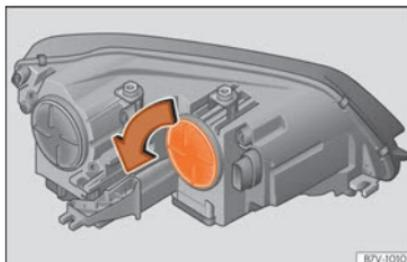

Fig. 109 Dans le compartiment moteur : cache du clignotant.
- Tournez le cache » **fig. 109** dans le sens de la flèche et retirez-le.
7.	Tournez le cache »» fig. 109 jusqu'en butée dans le sens contraire à celui de la flèche.